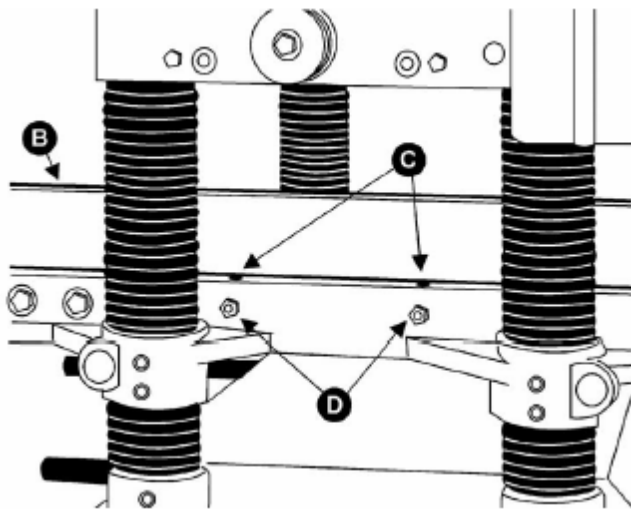

Рис. 14
2. Положить поверочную линейку (рис. 14, В) на оба ролика.
3. С одной стороны стола ослабить винты (рис. 14, С) шестигранным ключом и поворачивая эксцентриковые валы (рис. 14, D), поднимать или опускать ролики.
4. При получении требуемой высоты затянуть винты (рис. 14, С).